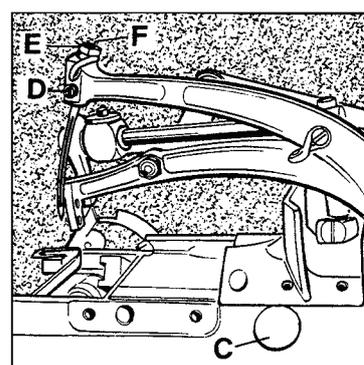

Fig.7
If adjustment is required remove plug (C, Fig. 7). Set screw for looper shaft is accessible through this hole. Loosen the screw and move the looper shaft to the right or to the left to obtain the 4 mm (5/32") respectively the 3.6 mm (9/64") distance. The looper point should pass as close as possible to the back of the needle without contacting it. Clearance 0.08 to 0.13 mm (0.003 to 0.005 in.).
If adjustment is necessary, loosen set screw (D, Fig. 7) and remove needle, then loosen lock nut (E) and regulate the height adjustment screw (A). Now reset stop screw (B) in feed dog to maintain the adjusted feed dog height.
Ist eine Einstellung notwendig, entfernen Sie den Verschlussstopfen (C, Fig. 7). Durch diese Bohrung ist die Befestigungsschraube für die Greiferwelle zugänglich. Lösen Sie die Schraube und schieben Sie die Greiferwelle nach rechts oder links, bis der Abstand 4 bzw. 3,6 mm erreicht ist. Die Greiferspitze soll so dicht wie möglich hinter der Nadel vorbei gehen, ohne diese zu berühren (0,08 - 0,13 mm Abstand). Ziehen Sie die Schraube wieder an und montieren Sie den Verschlussstopfen.
Ist eine Einstellung notwendig, lösen Sie die Befestigungsschraube (D, Fig. 7) und entfernen Sie die Nadel; dann lösen Sie die Mutter (E) und regulieren die Höhen-Einstellschraube (F) entsprechend auf die richtige Nadelhöhe. Ziehen Sie die Mutter (E) wieder an, damit diese Einstellung erhalten bleibt.